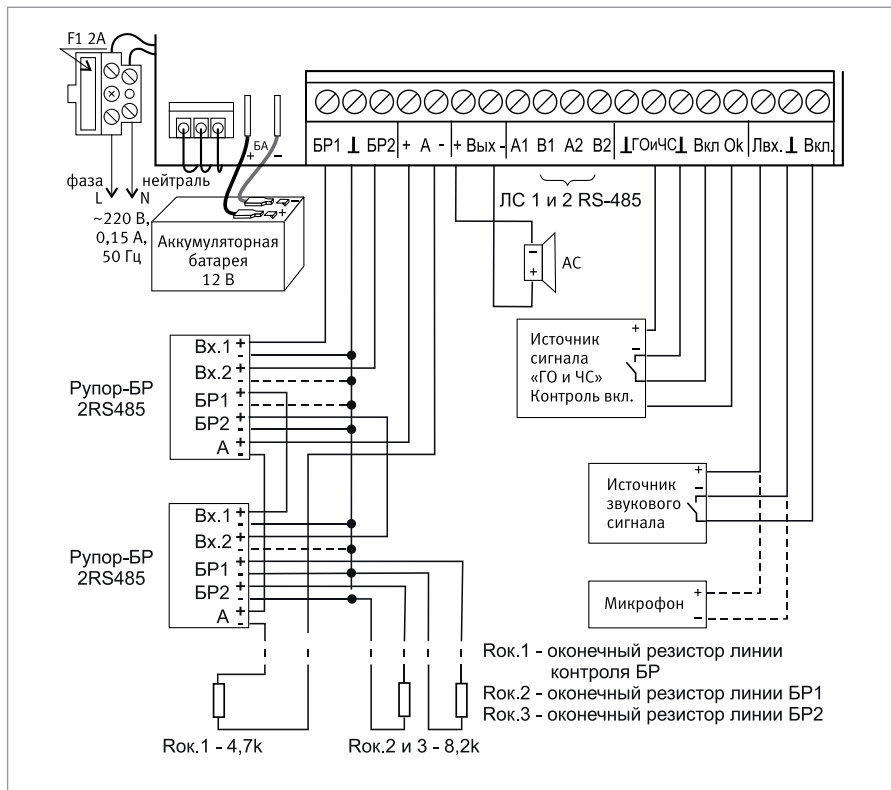

Рисунок 2. Схема внешних соединений блока Рупор исп.03 2RS485
2. Схема внешних соединений приведена на Рисунок 2.
последовательно и через оконечный резистор 4,7 кОм подключить их к выходам контроля блоков расширения, как показано на Рисунок 2.